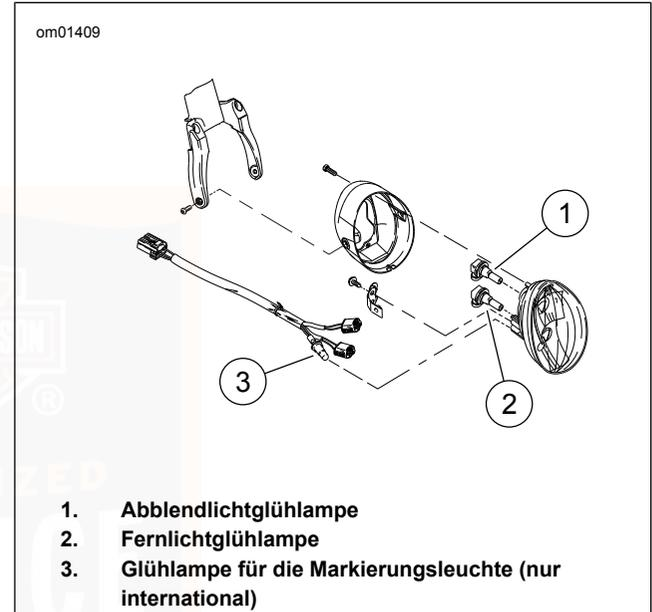

Abbildung 42. Scheinwerferbaugruppe: VRSCF
2. Siehe Abbildung 42. Hinter die Scheinwerferschale greifen und den Abblendlichtfassungs- (1) oder Fernlichtfassungs-Steckverbinder (2) anfassen.